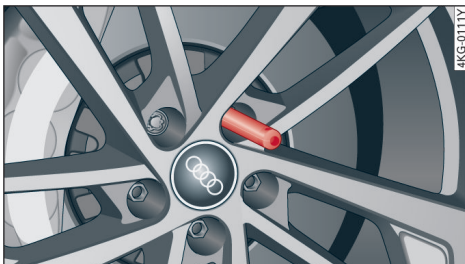

图 182 车轮：最上面一个孔内的定位销
- ▶ 用手将定位销（随车工具）拧入露出的螺纹孔内⇒ 图 182。